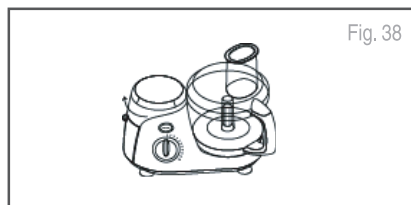

Fig. 38
1. Retire la tapa protectora de la base de la procesadora de alimentos. Simplemente gire la tapa de seguridad en el sentido de las agujas del reloj y retírela (Fig. 38).